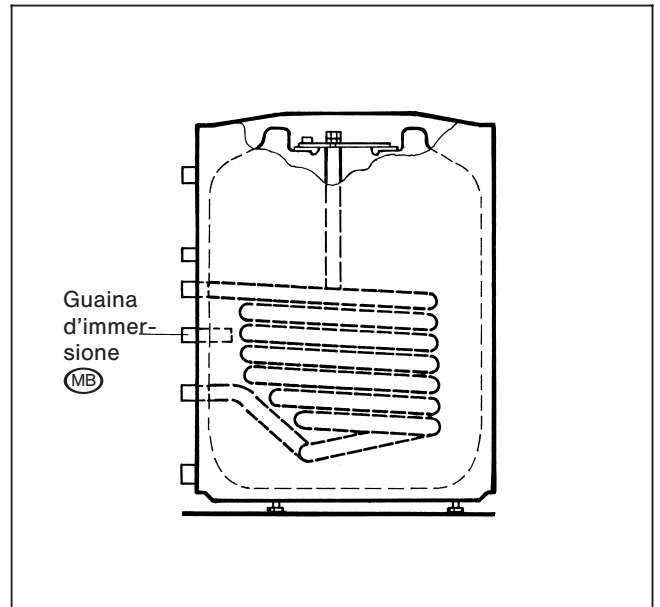

Fig. 7
- Montare la sonda nella guaina d'immersione (MB) nella parte posteriore dell'accumulatore (Fig. 7).